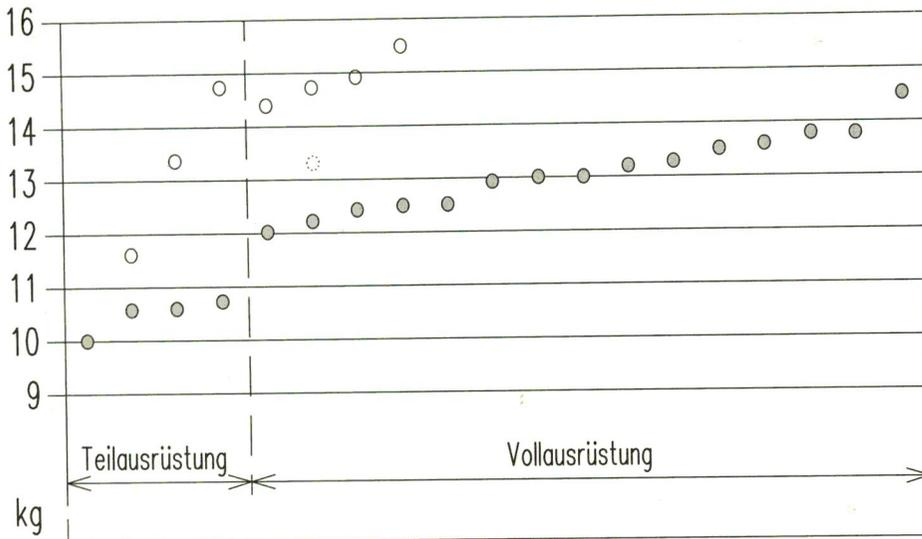

Abb. 13: Masse von 20"- und 24"-Kinderrädern
den (Abb. 13). 1 kg bei Kinderrädern bedeutet das gleiche wie 3 oder 4 kg bei Erwachsenen! Eine Auslegung des Kinder-rads mit hohem Verhältnis hs_0/d ist also hier zu überlegen. Das Vorbild MTB erweist sich in dieser Hinsicht als Anlaß zu Fehlentwicklungen: Der Sattel steht bei Kinder-MTBs nicht weit über dem Oberrohr, sondern sitzt meist in Höhe der Radhöhe. Das Verhältnis hs_0/d ist zu niedrig.
Eine gute Idee sind Stecksysteme für Gepäckträger (Abb. 13).
- (1) "Groß im Geschäft mit kleinen Rädern", Interview mit Rolf Kuchenbecker, "Zweiradmagazin" 5/1996. Die Gebrüder Kuchenbecker (Puky) vertreten relativ kleine Räder für ihre Kinderfahräder. Sie begründen es anatomisch: die Schwerpunktlage bei Kindern ist überproportional hoch. Zwar hat der Spezialist "Puky" mit 80 bis 100 Tausend Kinderrädern keine überragende Bedeutung auf dem Markt, aber er leistet sich eine eigene Konstruktionsphilosophie, auch auf die Gefahr hin, nicht immer verstanden zu werden. Siehe: www.puky.de/
- (2) Gute Falträder haben trotz kleiner Räder auch einen üblichen Radstand. Beispiel: der Extremfalter "Brompton".
- (3) H. Oeljen "Haben Sie nicht etwas Billiges?", "abfahren" 4/94 - Kundenzeitschrift des VSF. Henning Oeljen stellte die Kriterien zusammen, die zum Projekt "Crusader" geführt haben. Zielsetzung war eine Ausrüstung wie beim Erwachsenenfahrad und ein Gewicht von "höchstens 10 kg" für ein 20"-Kinderrad. Ein Jahr später wird der 24"-Prototyp mit 12,5 kg vorgestellt. Und im Mai 96 stellt Volker Briese ein Gewicht von "fast 14 kg" fest. (ohne Schutzblech, Ständer, aber mit integrierten Schloß).
- (4) A. Mollard "Der Radfahrunfall", Diss. Marburg 1988. Der Höhepunkt von Radfahrunfällen liegt im Alter von 7 Jahren. Unzureichende Beleuchtung ist bei Kindern Ursache für 0,6% aller Unfälle.
- (5) C. Smolik, S. Etzel „Das große Fahrradlexikon“
- (6) Beim 18"- "R-Evolution" / Enik wurde das Einsatzgebiet des Spielrads bis auf 9 Jahre angehoben. Vorteil: das niedrige Gewicht von 10,7 kg. Wenn das Rad tatsächlich so lange gefahren wird, dürften dank extremer Schwerpunktverschiebung abenteuerliche sportliche Eigenschaften zu erwarten sein (Genesis-Geometrie ?).
- (7) Das vollgefederte "FlexX" / Giant liegt mit 14 kg noch im Bereich des normalen der 1000 DM-Preisklasse. Das 24" vollgefederte AMP-Modell für Frauen und ältere Kinder soll 10,5 kg wiegen und kostet mehr als das doppelte. Beigetragen zum Gewicht des "FlexX" hat offensichtlich auch die seltsame Sitzverstellung, die zwischen "R-Evolution" und "Multisize" einzuordnen ist.
- (8) Beim Experimentalrad "Crusader" / VSF, Puky und bei den "Spycy"-Modellen (20", 22", 24" - Villiger) konnte/kann der Vorbau für den Multifunktionslenker gegen eine längere Ausführung ausgewechselt werden. Umfangreich auch der Aufwand für das "Scout" (24"- Villiger-Diamant): Multi-Lenker plus verstellbarer Vorbau. Die genannten 3 Hersteller nehmen in der Werbung die Bezeichnung "mitwachsend" für ihr Produkt nicht in Anspruch.
- (9) Beim "Scout" / Winora konnten Schutzbleche und Gepäckträger dank Steckverschlüssen abgenommen werden. Damit sank das Gewicht um 1,4 Kg (Abb. 13). Das 24"-Fahrrad ist mit ts = 150 mm nicht überdehnt.